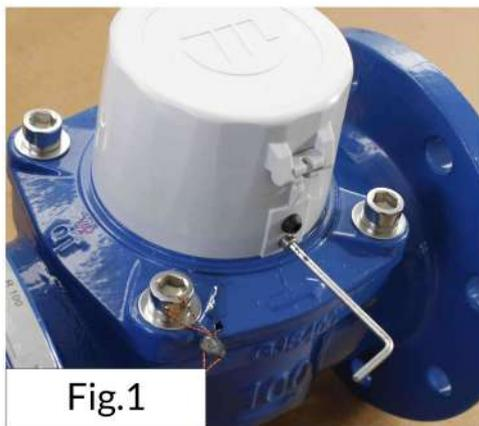

Fig.1
- 1) Usando una chiave esagonale, rimuovere il perno come in Fig. 1;